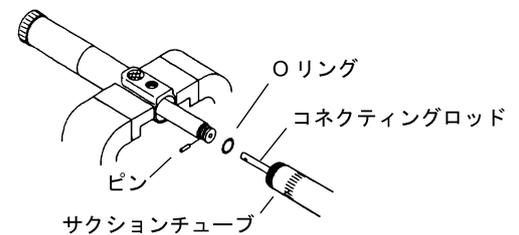

Fig.7
- 6) ポンプ本体部をバイスに固定してください。(Fig.7)
- 8) プランジャー部のOリングを外し、ピンを抜き取り、ロッドを引き抜いてください。(Fig.7)